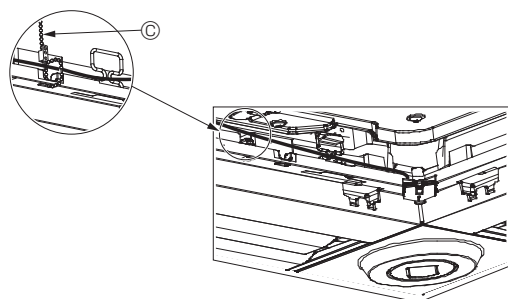

Fig. 10-12
- Zamocować przewody czujnika i-See i odbiornika sygnału do panelu za pomocą mocowań w sposób pokazany na schemacie tak, aby przewody nie zwisały, a następnie odciąć nadmiar końcówki mocowania. (Fig. 10-12)
- Jeśli położenie czujnika i-See zostało zmienione z położenia "o" (E) na położenie "□" (F), należy zmienić ustawienia funkcji. (Patrz strona 274).